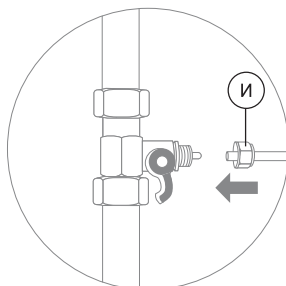
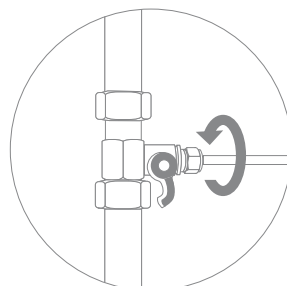

Рис. 15
Рис. 16
2. В гайку (И) проденьте пластиковую трубку (рис. 15), идущую на вход (IN) скобы. Конец трубки наденьте на штуцер тройника-адаптера до упора и плотно закрутите гайку (рис. 16).